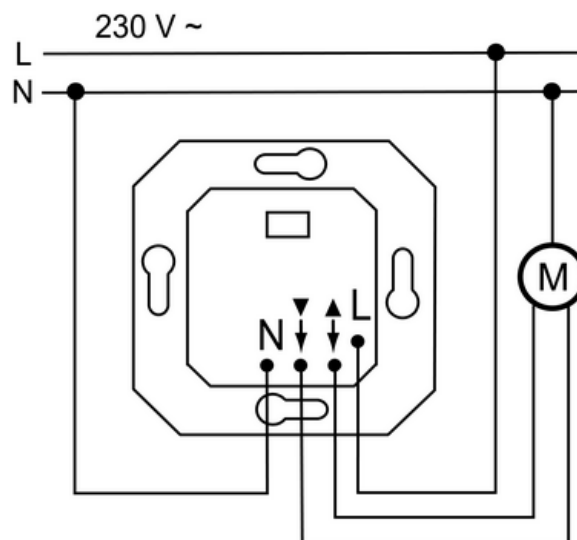

Figura 2: Conexión del módulo electrónico de persiana
- Conectar el módulo electrónico de persiana según el plan de conexiones (figura 2).